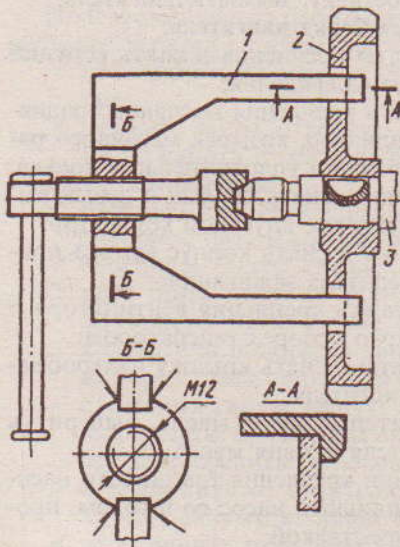

Рис. 2.6. Съемник для снятия шестерни балансирующего вала: 1 – съемник; 2 – шестерня балансирующего вала; 3 – балансирующий вал
- ✓ используя съемники, снять шестерню балансирующего вала (рис. 2.6) и шестерню привода уравновешивающего механизма (рис. 2.7);